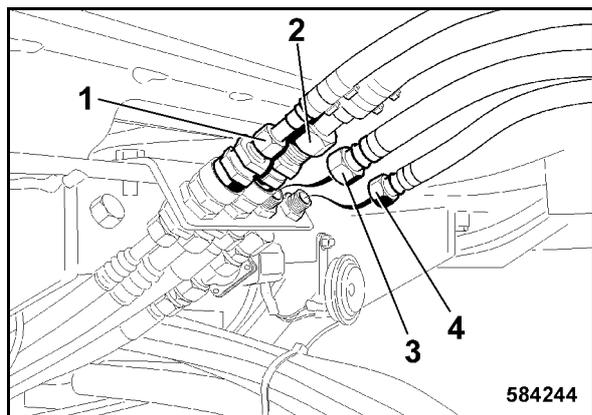

Рис. 226
- Установить посредством быстродействующих запоров соединение прямого (1 (Рис. 226) и обратного хода (2) кондиционера.
- Установить соединение прямого (4) и обратного хода (3) обогрева. (Соблюдать маркировки шлангов).